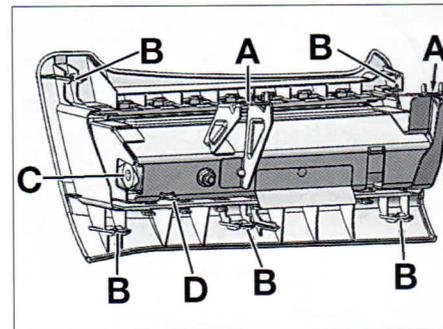

FIG. 8
Desengrapar el conector del cableado en (C) y la masa en (D) (fig. 8)